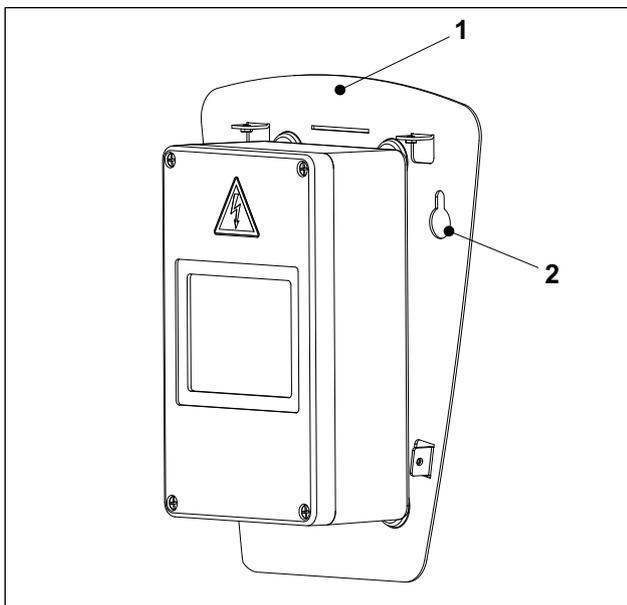
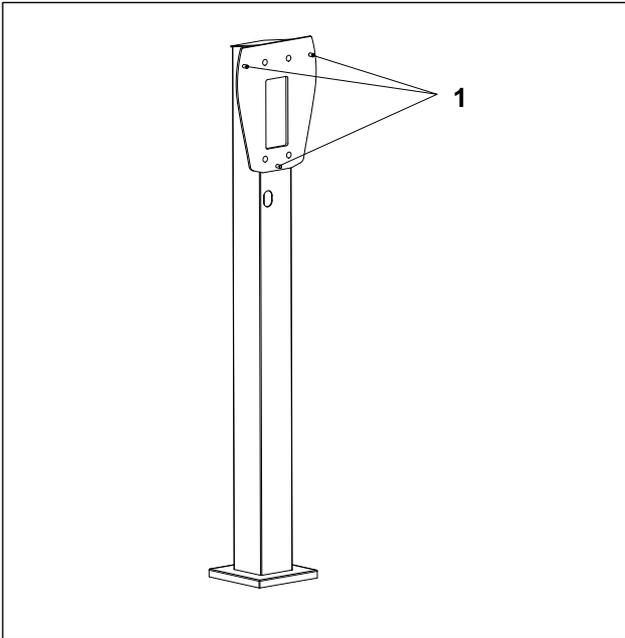

Abb. 2 Combox, Anschraubplatte
Abb. 3 Stele mit drei Anschraubpunkten
4. Hängen Sie die Anschraubplatte (Abb. 2/1) der Combox in die zwei Befestigungsschrauben ein (Langlöcher Abb. 2/2).
1. Hängen Sie die Anschraubplatte der Combox (Abb. 2/1) in die drei Stehbolzen der Stele (Abb. 3/1) ein.
2. Schrauben Sie die drei Muttern (Beipack Stele) auf die Stehbolzen (Abb. 3/1) auf und ziehen Sie die drei Muttern fest (12 Nm).